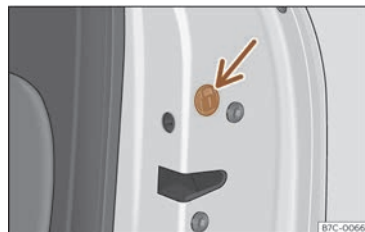

Fig. 73 Bloqueig d'emergència de la porta.
- Si escau, retireu la junta de goma  del frontal de la porta >>> fig. 73.